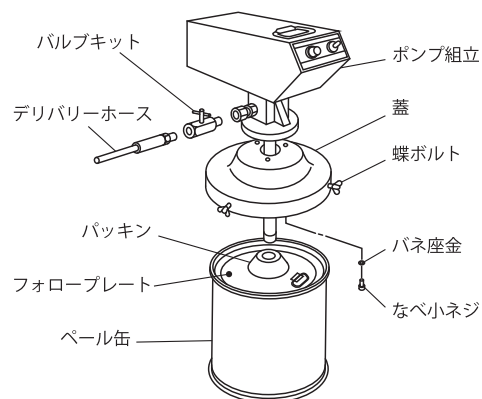

Fig. 1
- 1) 開梱後、ポンプ組立と蓋を3本のなべ小ネジにより取り付けてください。(Fig.1)
- 2) ポンプ吐出口のユニオンアダプターに付属のバルブキットをねじ込み、ツマミが上になるように固定した後、デリバリーホース、高圧グリースガン組立を接続してください。(Fig.1)